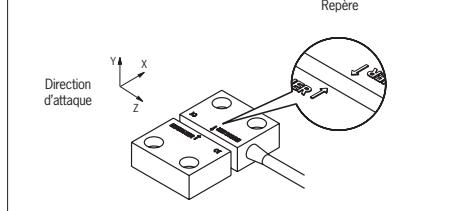

Fig. 1 : Alignement tête de lecture et actionneur
- En cas de vitesse d'attaque faible entre la tête de lecture et l'actionneur, la direction d'attaque Z (voir Fig. 1) doit être évitée.